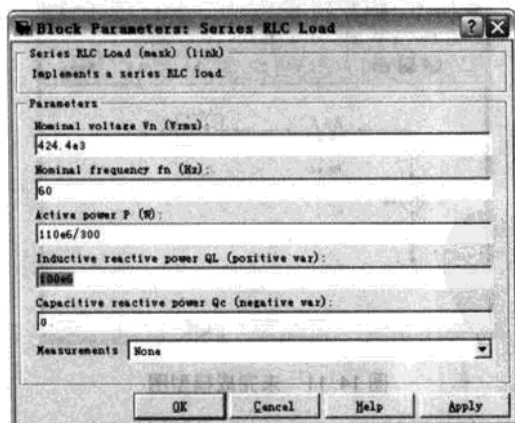

图 14.13 参数设置
(10) 从 Elements 模块库中复制 Series RLC Load 模块到 model14to01.mdl 模型中, 并重命名为 110 Mvar, 如图 14.13 所示。设置参数如下: